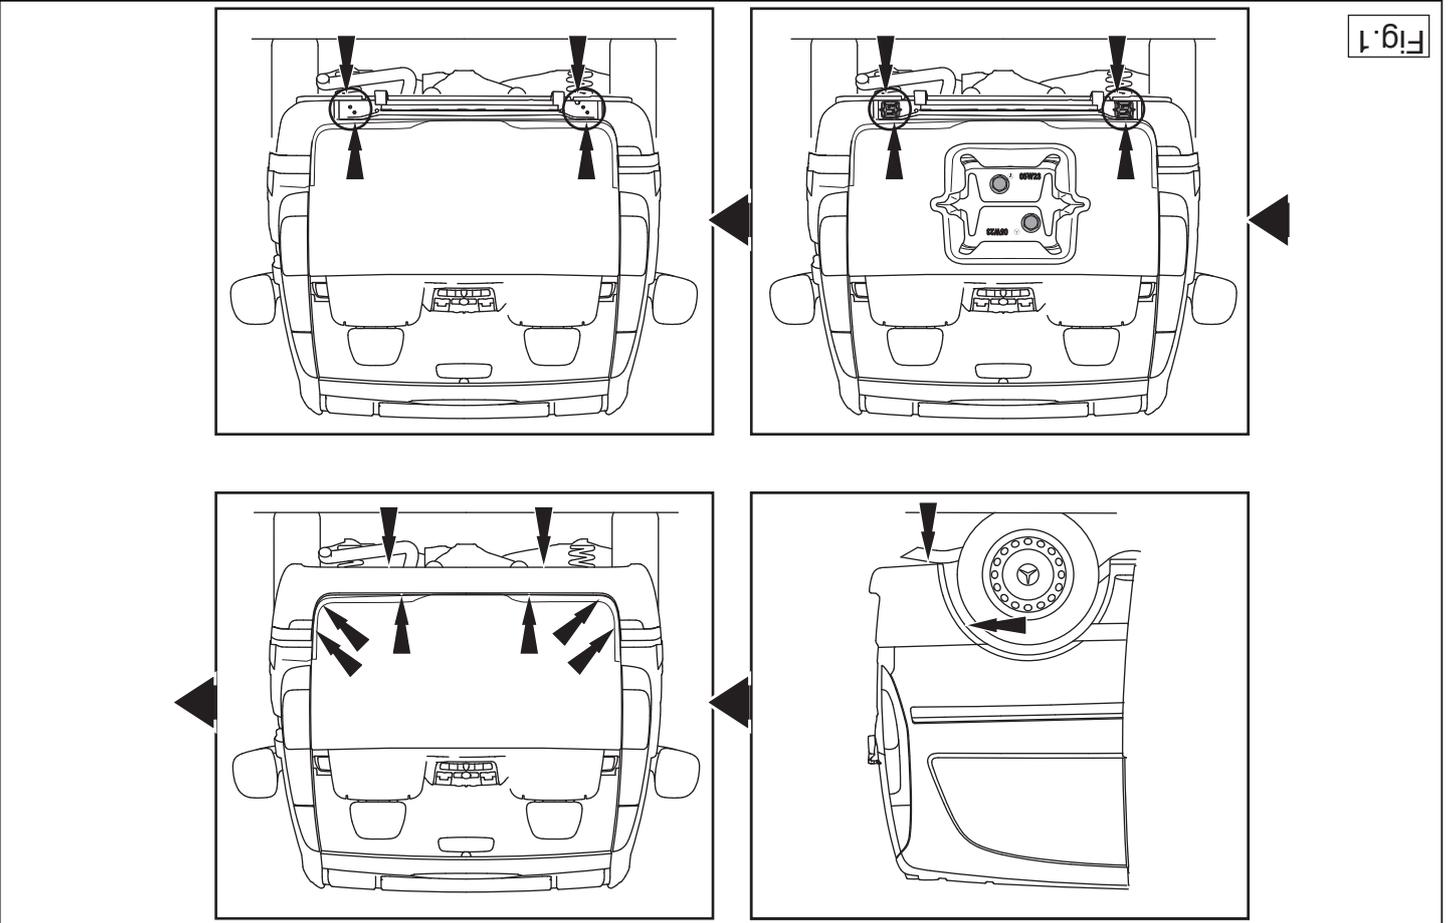

Fig. 1
2. Remove the bumper (See figure 1).
4. Dismount the metal cover panels LH and RH side in the position of the frame members. These are fixed with 4 bolts. The cover panels will no longer be used (See figure 1).
2. Démontez le pare-chocs (Voir la figure 1).
4. Démontez les panneaux de couverture métallique à gauche et à droite au niveau des longérons du châssis. Ils sont fixés avec 4 boulons. Remplacer les boulons. Les panneaux de couverture métallique ne seront pas remontés (Voir la figure 1).
2. Die Stoßstange abmontieren (Siehe Abbildung 1).
4. Die Metallabdeckklappen links und rechts im Bereich des Chassisrahmes demontieren. Diese sind mit 4 Schrauben befestigt. Die Schrauben wieder anbringen. Die Abdeckklappen werden nicht mehr benötigt (Siehe Abbildung 1).
2. Demonter kofangeren (Se fig. 1).